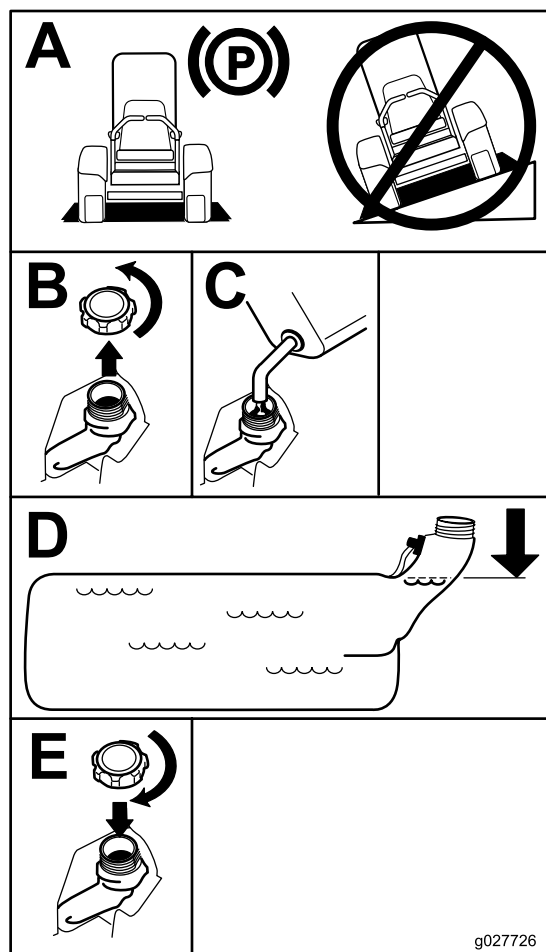

Figure 7
3. Nettoyez la surface autour du bouchon du réservoir de carburant et enlevez le bouchon. Versez de l'essence ordinaire sans plomb dans le réservoir de carburant jusqu'à ce que le niveau se situe entre 6 et 13 mm (1/4 et 1/2 po) en dessous de la base du goulot de remplissage. L'espace au-dessus doit rester vide pour permettre à l'essence de se dilater. Ne remplissez pas complètement le réservoir de carburant; voir Figure 7.